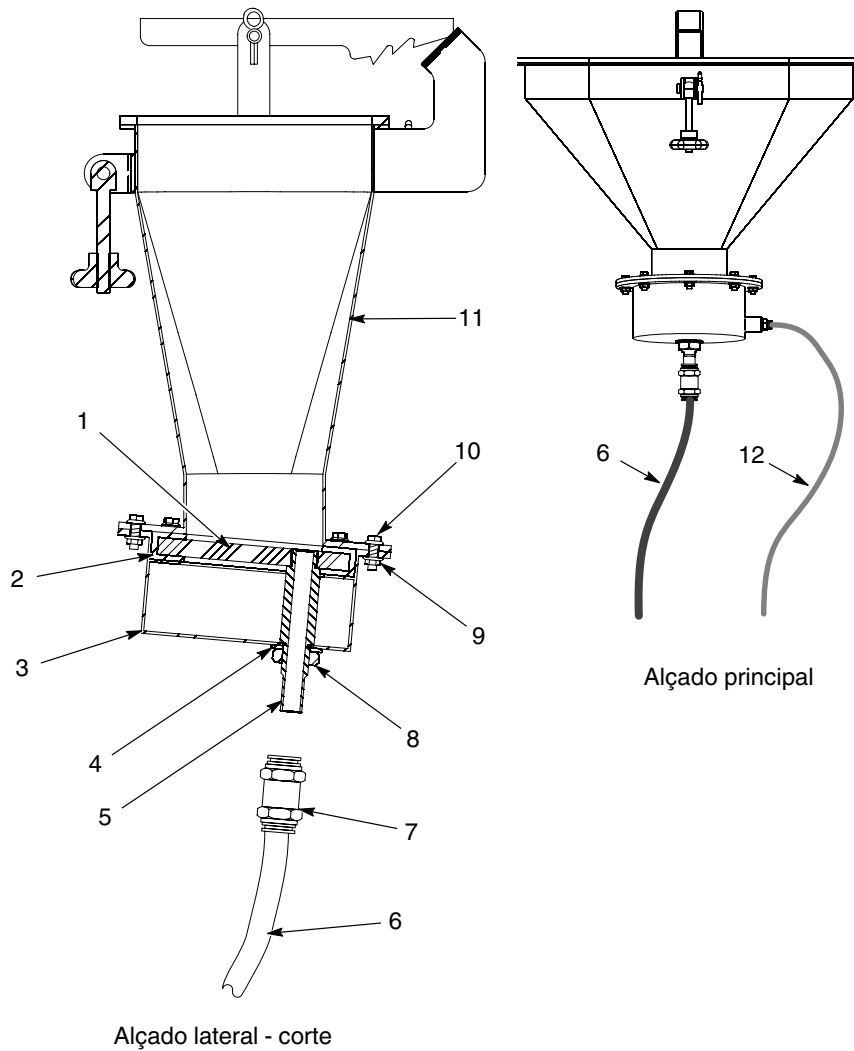

Figura 6-1 Recipiente de transferência do ciclone
1. Consulte a figura 6-1. Desligue os tubos de ar de fluidificação (12).
2. Desligue o tubo de pó de 16 mm (6) da união da antepara (7). Desligue a união da antepara do tubo de descarga (5).
3. Retire a câmara (3) do recipiente de transferência (11) removendo os oito parafusos (10) e porcas (9).
4. Retire a contraporca (8) e o retentor (4) do tubo de descarga. Utilize duas chaves de porcas: uma nas partes planas do tubo de descarga e a outra na contraporca.
5. Levante a placa de fluidificação (1) com junta (2) e o tubo de descarga para fora da câmara. Desenrosque o tubo de descarga da placa de fluidificação.